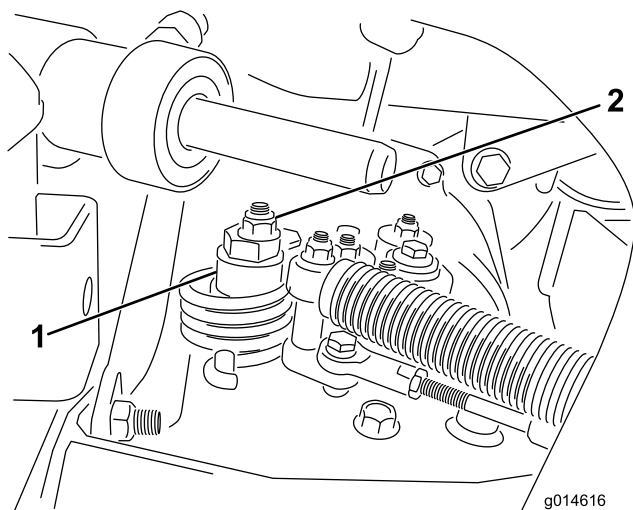

Figura 49
- A. Allentate il dado che fissa l'eccentrico alla parte superiore dell'igrostatò (Figura 49).
- C. Fate girare l'eccentrico finché non riscontrate movimenti in alcuna direzione. Quando la ruota cessa di girare, serrate il dado di bloccaggio dell'eccentrico per mantenere la messa a punto (Figura 49). Verificate la regolazione portando l'acceleratore in posizione Slow e Fast.